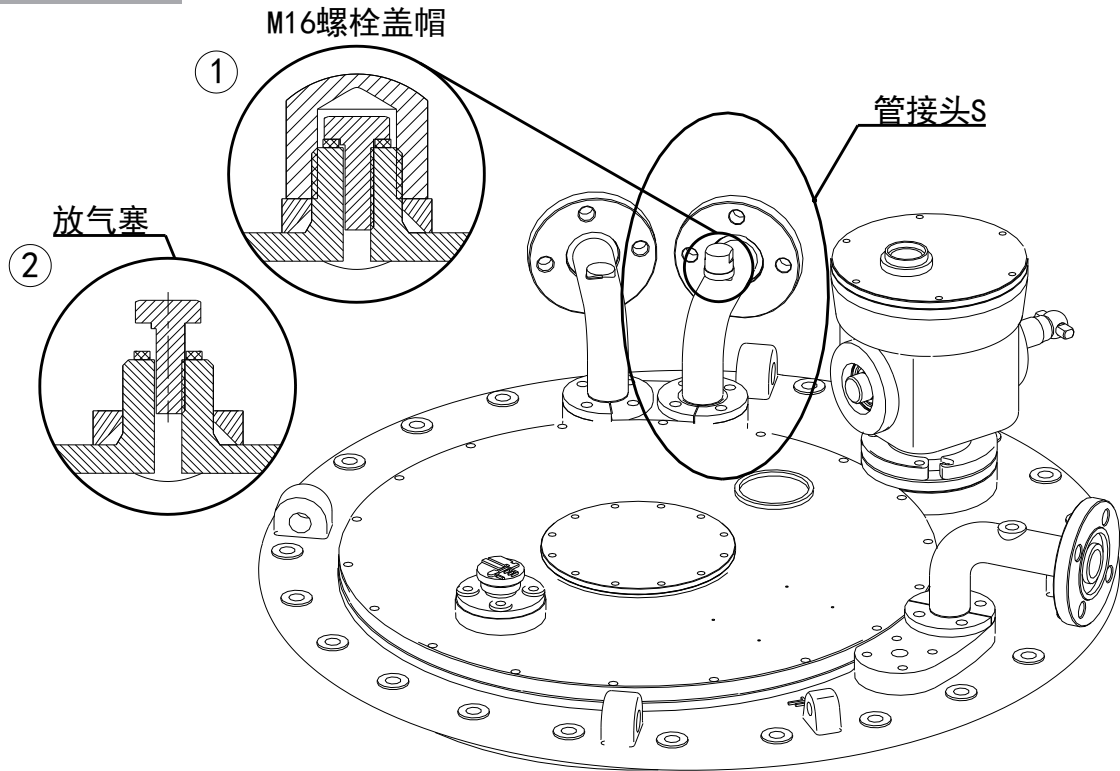

图 9-2
- 拆下管接头 S 上 M16 螺栓盖帽。(用 24 号扳手) (见图 9-2)。